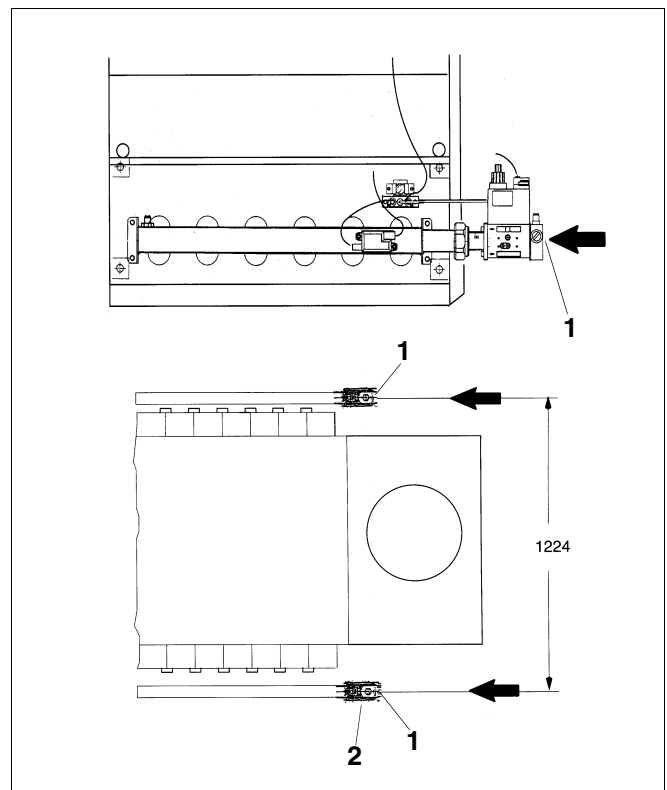

Fig. 40 Raccordement gaz
- Raccorder les conduites d'alimentation de gaz sans contrainte au raccordement gaz (fig. 40, **pos. 1**) de la chaudière.
Légende pour la fig.40